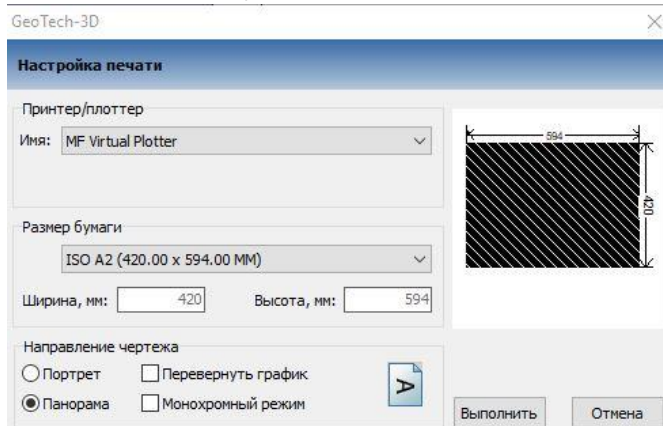

Рис. 11.3
6. Установите размер бумаги. Для этого из контекстного меню выберите **Настройки печати** и установите настройки согласно рис. 11.3. Нажмите **Выполнить**.